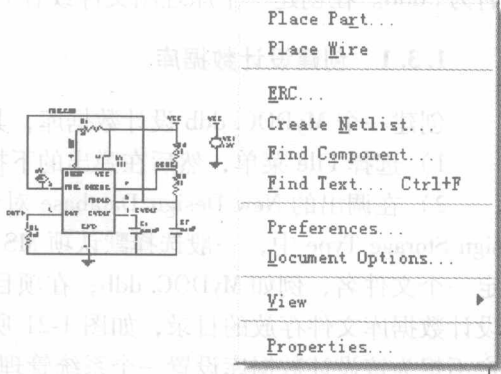

图 1-16 原理图快捷菜单
(1) 原理图快捷菜单 当用户在原理图编辑区中单击鼠标右键时,就会调出一个快捷菜单,如图 1-16 所示。通过该快捷菜单可以放置元件、连线,进行电气规则检查、创建网络表以及调出对象属性对话框等。